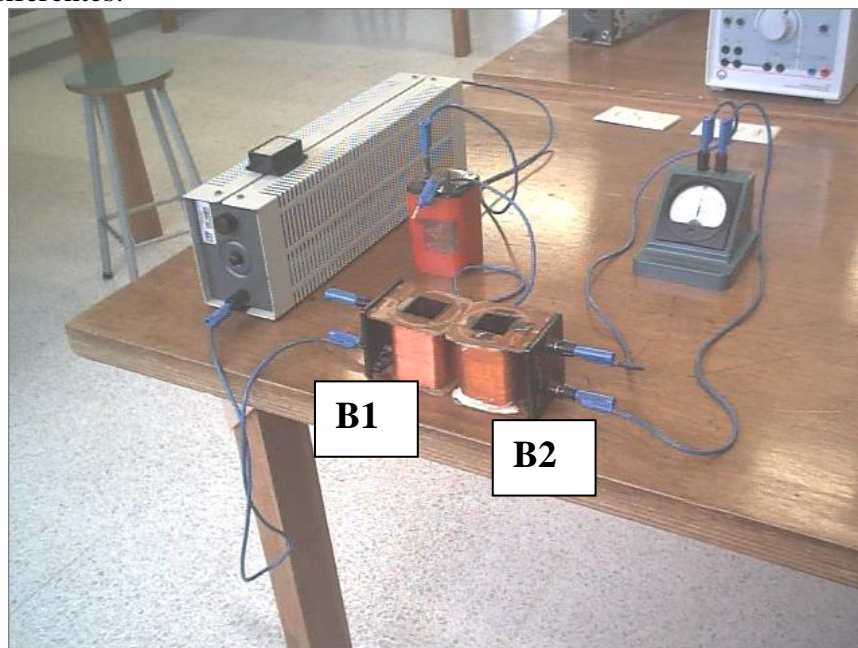

Figura 12.1: Diagrama eléctrico para observar la inducción electromagnética entre dos bobinas.
a) Conecte en serie B1 (bobina de 300 vueltas) a la pila de 1.5 V y a la resistencia de  $100 \Omega$  (en su valor máximo), como se muestra en la figura 12.1. Conecte B2 en serie con el galvanómetro y acérquela lentamente a la otra bobina B1. Observe y anote los cambios que ocurren (si los hay) en la lectura del galvanómetro.